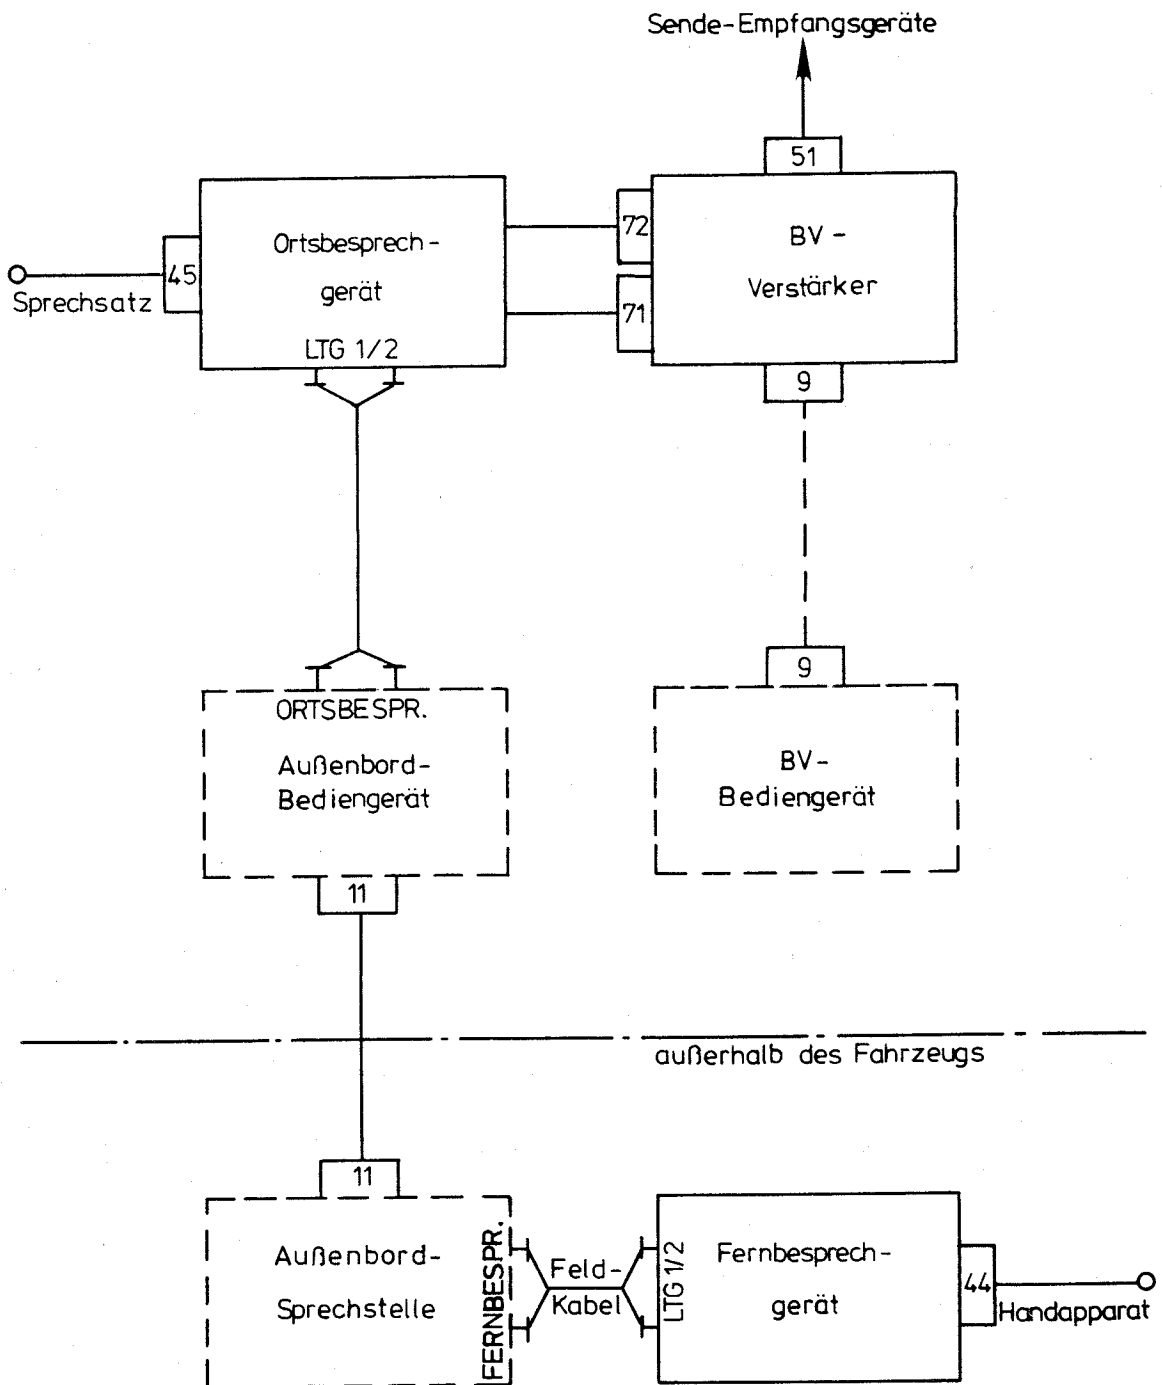

Bild 56 Sprechfunkbetrieb mit Fernbesprechgerät bei Durchschaltung durch Bordverständigungsanlage, Blockschaltbild
- Sprechfunkbetrieb von beiden Geräten und zusätzlich Gegensprechverkehr mit der Bordverständigungsanlage, wenn Ortsbesprechgerät am BV-Verstärker angeschlossen ist (siehe Bild 56).
Ist das Ortsbesprechgerät in einem Fahrzeug mit Bordverständigungsanlage und Sende-Empfangsgerät installiert, ist ebenfalls Sprechfunkbetrieb, wie in 1.3.4.3 beschrieben, möglich. Die Anschlußkabel des Ortsbesprechgeräts sind dann mit den Anschlußbuchsen 71 und 72 (22/3 und 4) des BV-Verstärkers verbunden. Die Verbindung vom Ortsbesprechgerät zum Fernbesprechgerät erfolgt innerhalb des Fahrzeugs durch ein Kabel von den Klemmen LTG1 /LTG2 (53/3) am Ortsbesprechgerät zu den Klemmen ORTSBESPR. (24/4) am Außenbord-Bediengerät und außerhalb des Fahrzeugs durch ein Feldkabel von den Klemmen FERNBESPRECHUNG (25/4) an der Außenbord-Sprechstelle zu den Klemmen LTG1/LTG2 (54/3) am Fernbesprechgerät (siehe Bild 56).